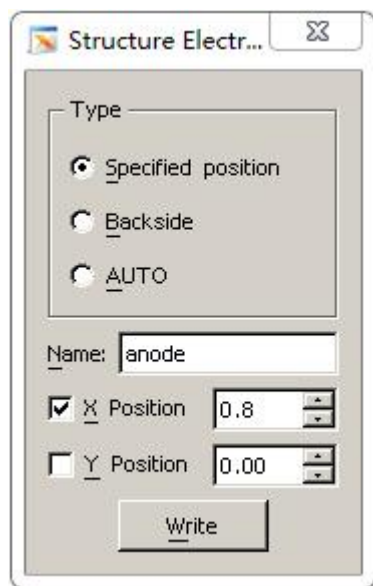

图 20
为了使接下来的器件仿真器 Atlas 实现偏置，有必要对 pn 结二极管的电极进行标注，步骤如下：(1) 在 Commands 菜单中，依次选择 Structure 和 Electrode 项，Structure Electrode 菜单将会出现，在 Type 栏中，选择 Specified Position；在 Name 栏中，输入 anode；单击 X Position 并将其值设为 0.8（当 Y 没有指定时，默认是器件的表面），如图 20 所示。单击 Write 按钮，下面的语句将会出现在输入文件中：